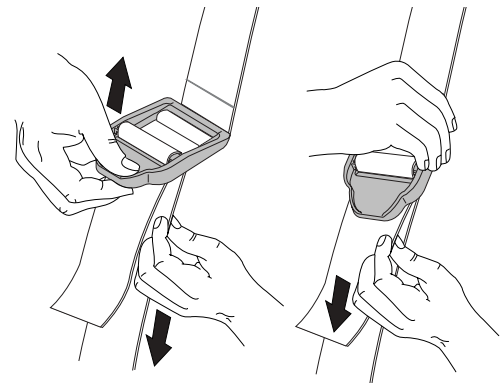

Fig. 9
- Pour rallonger le harnais, tirez la sangle vers le bas tout en soulevant l'extrémité de la boucle (Fig. 9).
- Pour raccourcir le harnais, faites passer une plus grande longueur de sangle dans la boucle tout en maintenant la boucle (Fig. 9).